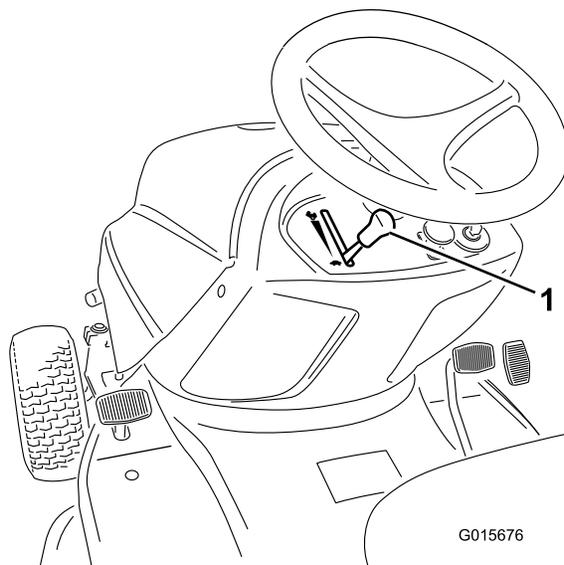

Figure 10
6. Si le moteur est froid, amenez la commande d'accélérateur en position Starter (tout en haut) (Figure 10).
7. Amenez la commande d'accélérateur en position Bas régime (tortue) (Figure 10).
- Amenez la commande d'accélérateur en position Bas régime (tortue) (Figure 10).